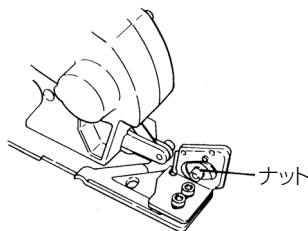

図 18
- (2) 裏側のナットを押さえながらケビキ刃止めねじを抜きケビキ刃をはずします。(図 18)